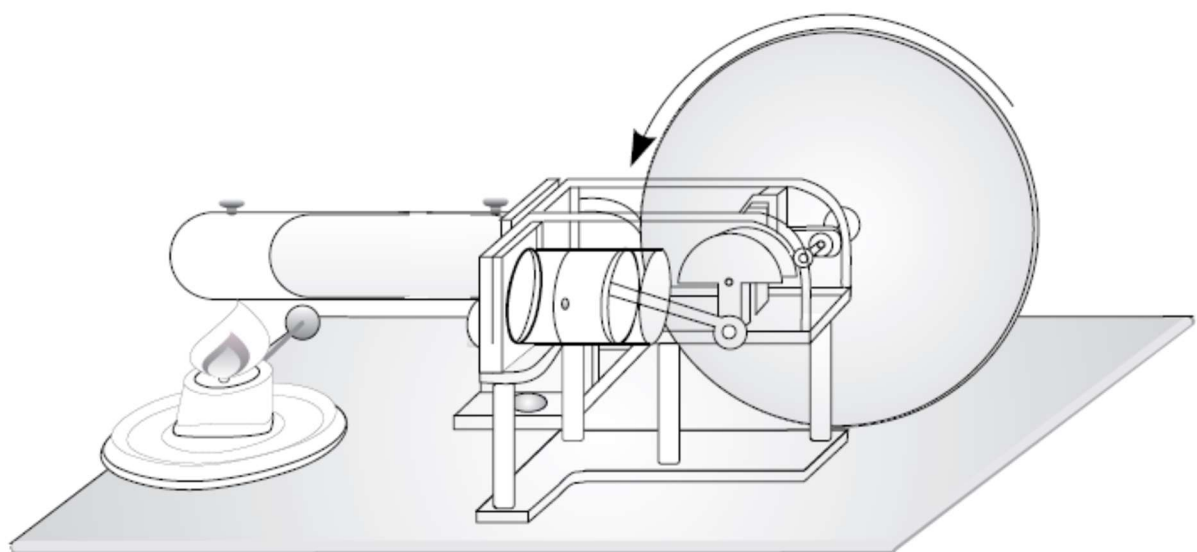

Fig.2 Motor Stirling como motor térmico
- Se lleva el émbolo de desplazamiento a la posición más posterior y después de un corto tiempo de calentamiento (aprox. de 1 a 2 minutos) se pone en rotación la rueda volante dándole un empujón suave en dirección de las agujas del reloj (en dirección de observación de la unidad motor-generador) (ver fig. 2).